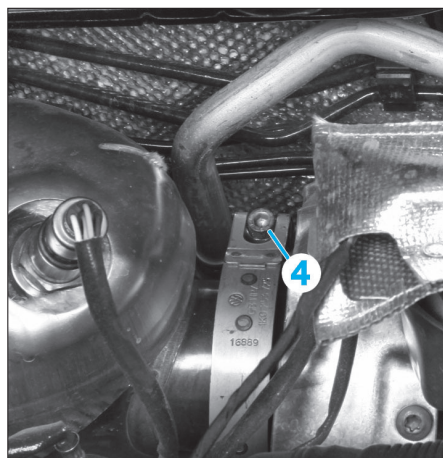

FIG. 114
- le collier de fixation (4) (Fig.114),